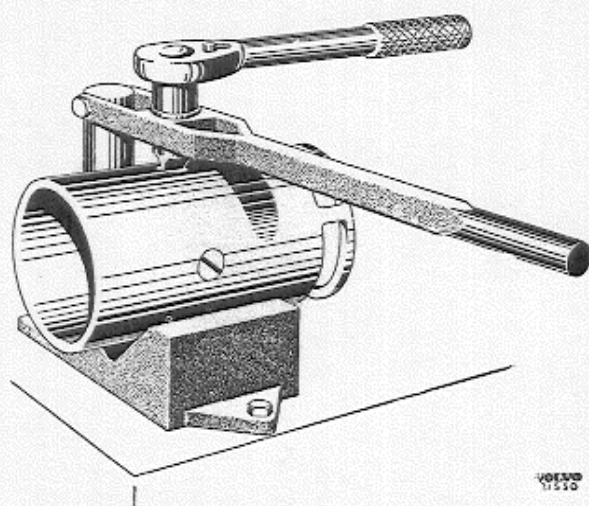

Abb. 29 Ausbau der Feldwicklung
- Lichtmaschinengehäuse in einem V-Block anbringen, siehe Abb. 29. Wenn der Schraubenzieher gedreht wird, ist gleichzeitig nach unten zu drücken. Die Schrauben sitzen in der Regel sehr fest. Deshalb ist zu beachten, daß der Schraubenzieher gut in den Schlitz paßt und die erforderliche Breite hat.